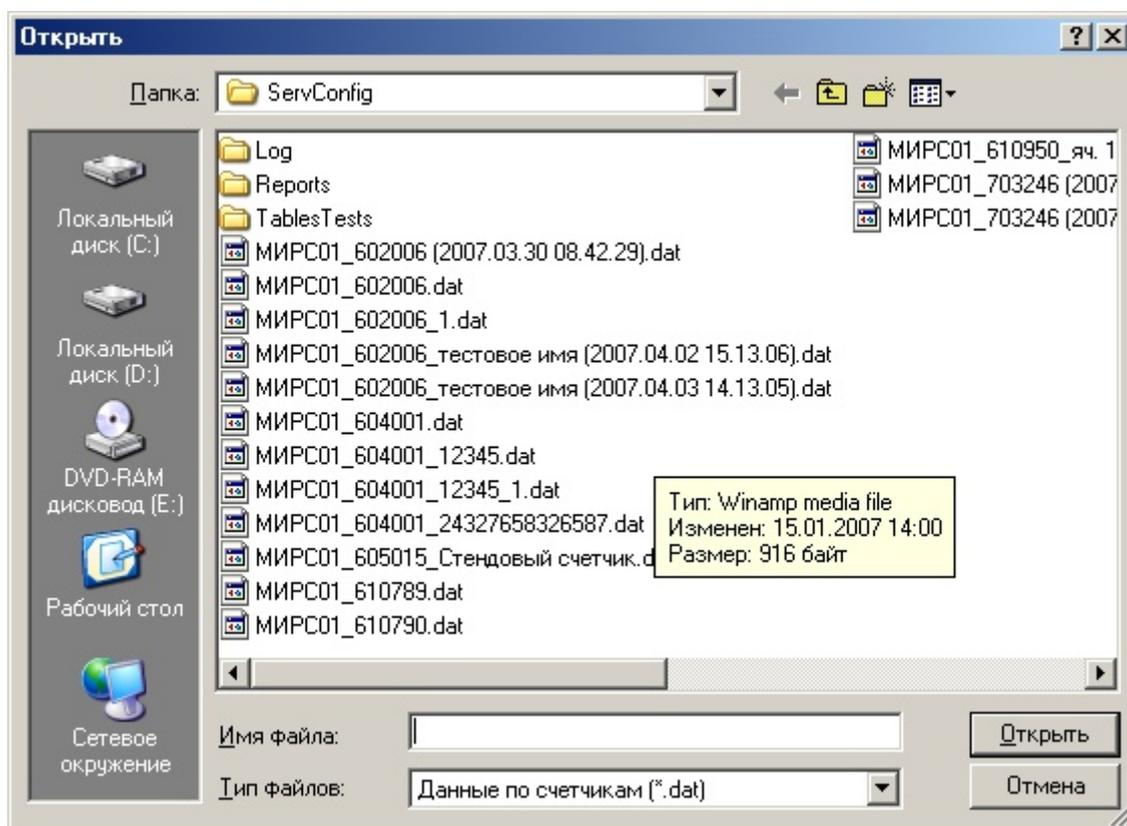

Рисунок 3.59
3.3.24.3 Для чтения данных счетчика, сохраненных ранее, необходимо выбрать пункт *Данные чтения => Загрузить из файла* контекстного меню объекта *Счетчик* (рисунок 3.48), и в открывшемся окне (рисунок 3.59) указать имя файла с данными.